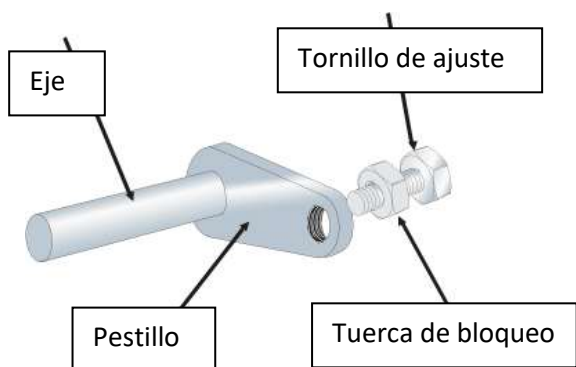

Fig. 26
**Ajuste del mando de cierre de la puerta (fig. 26)**